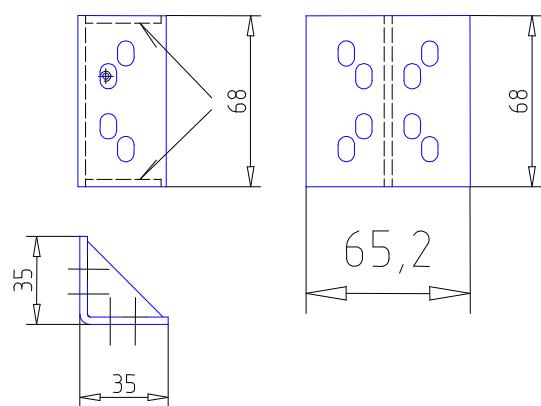

Рисунок 3.7 – Батарейный стеллаж Штиль MBS-04. Опора (переходник для вертикального масштабирования стеллажей)
4.1 Закрепить винтами M6*16 опоры (рисунок 3.7) на стойках изделия (рисунки 3.3, 3.5).